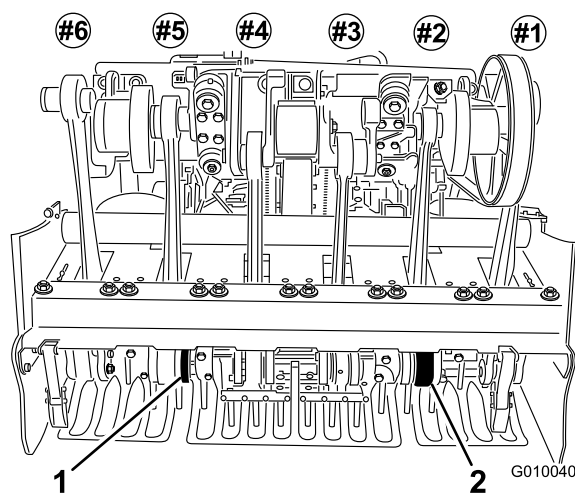

Figura 26
5. Instale taladros en los portataladros N° 2 y N° 5 (Figura 26). Apriete los pernos.